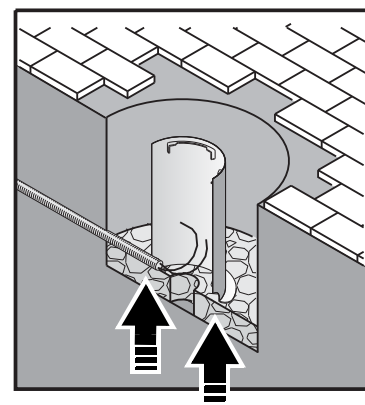

Bild 5: Stabiler Untergrund
Siehe Bild 5. Der Untergrund unter dem unteren Flansch des Bodentanks muss tragfähig sein. Der Untergrund muss die höchste zu erwartende Belastung abtragen können, um das Versinken des Bodentanks zu verhindern. In Bereichen, in denen Fahrzeuge verkehren, muss der Untergrund 40 000 N (4 t) abtragen können.
2. Siehe Bild 5. Prüfen Sie, dass der Untergrund unter dem Bodentank mindestens die zu erwartende Belastung des Bodentanks zuverlässig abtragen kann.